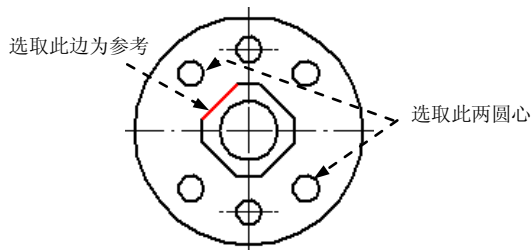
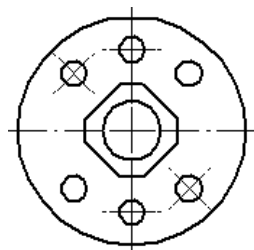

图 8.9.17 定义参照对象
图 8.9.18 创建中心标记 2
Step4. 在“中心标记”命令条“方位”下拉列表中选择 **用尺寸轴** 选项, 单击  按钮, 选择图 8.9.17 所示的边线, 然后确认  按钮处于按下状态, 然后单击图 8.9.17 所示两圆的圆心, 结果如图 8.9.18 所示。